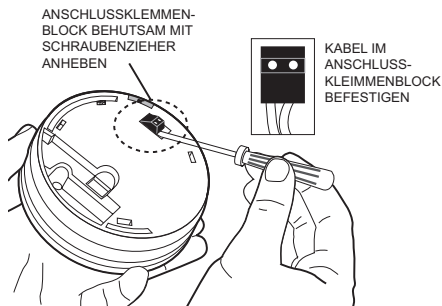

Abb.14b
5. Schrauben Sie die beiden Kabeladern im Anschlussklemmenblock fest (siehe Abbildung 14b).